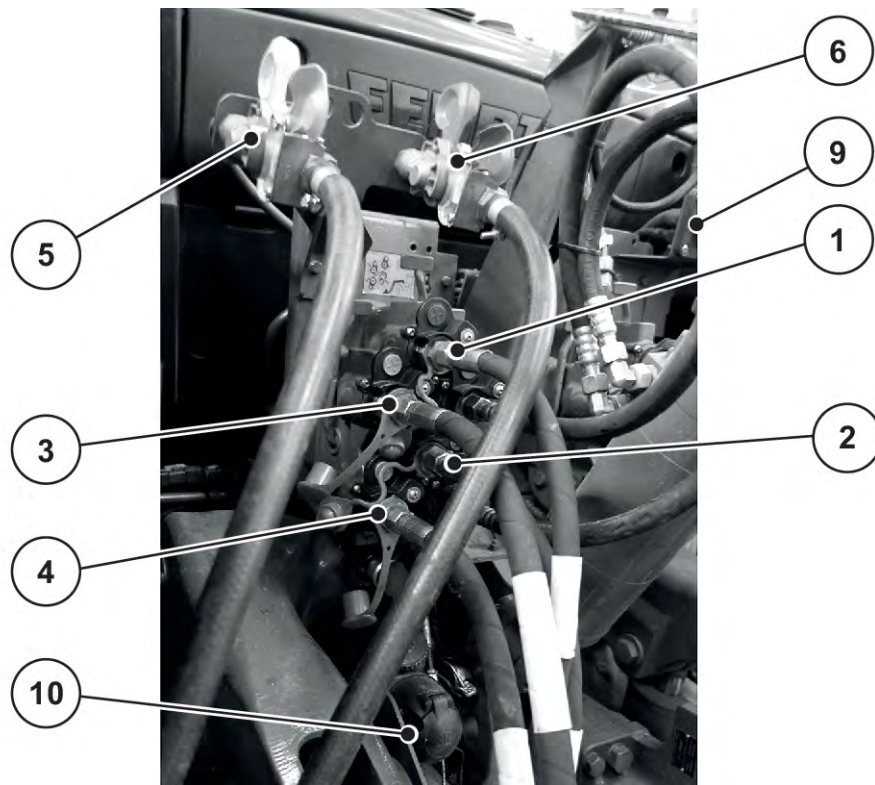

图 23: 机器管路与拖拉机的连接顺序
参见 图 23
- ▶ 请遵守连接顺序：参见 *图 23 机器管路与拖拉机的连接顺序*